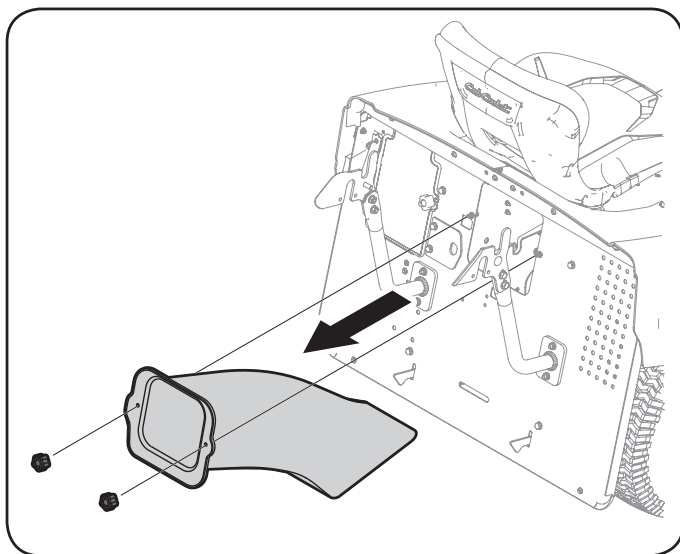

Рисунок 1
1. Снимите два фиксатора крепления желоба заднего выброса. Сохраните их для использования в дальнейшем (см. рис. 1).
2. Для снятия заднего желоба возьмитесь руками за его края и потяните на себя под небольшим углом вниз (см. рис. 1).